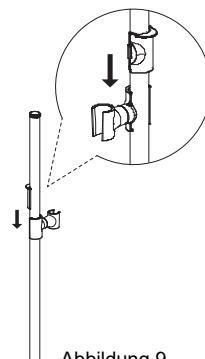

Abbildung 9
- a) Klicken Sie den vorderen Teil des Schiebers auf einer Seite der Setzstufe ein. Klicken Sie den hinteren Teil des Schiebers oberhalb des vorderen Teils auf einer anderen Seite der Setzstufe ein. Schieben Sie den hinteren Teil in den vorderen Teil, um ihn zu sichern (Abbildung 9).